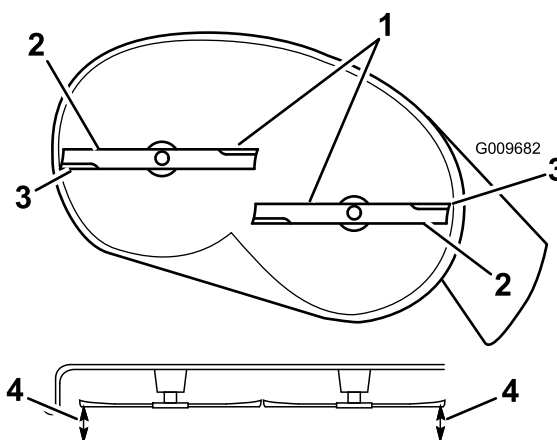
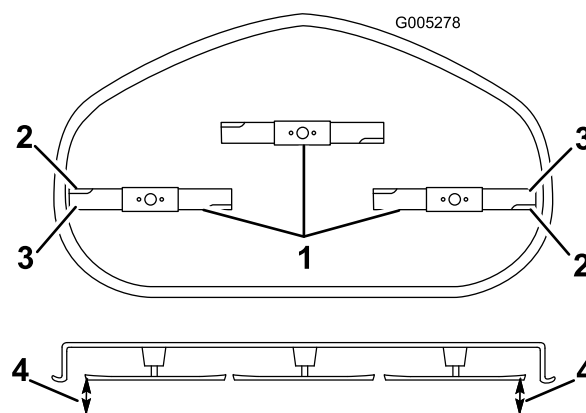

Figure 46
Figure 47
4. Faites pivoter les lames avec précaution pour qu'elles soient toutes parallèles (Figure 46 et Figure 47).
5. Mesurez la distance entre les tranchants extérieurs et la surface plane (Figure 46 et Figure 47). Si les deux mesures diffèrent de plus de 5 mm (3/16 po.), un réglage s'impose. Poursuivez la procédure.